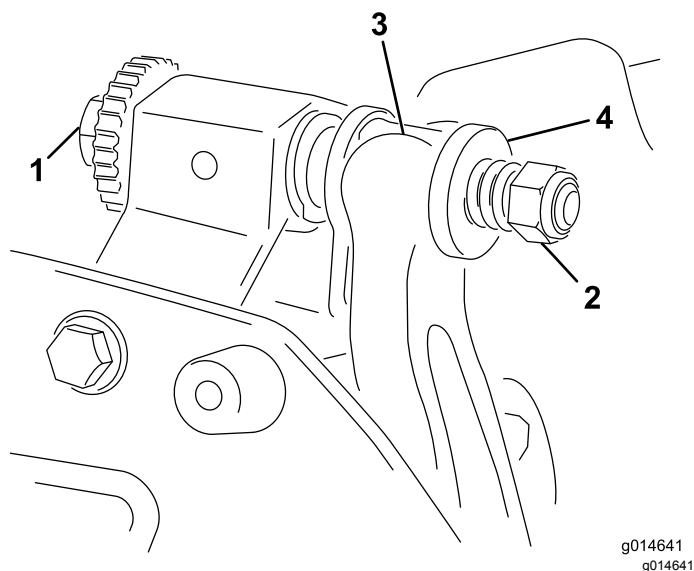

図 20
1. ベッドバー調整ねじを左に回してベッドナイフとリールの接触をなくす 図 20。
2. スプリングテンションナットをゆるめて、ワッシャがベッドバーを全く押さないようにする 図 20。
1. ワッシャとベッドバー調整ねじとの間にベッドバーの固定用耳を入れる 図 20。